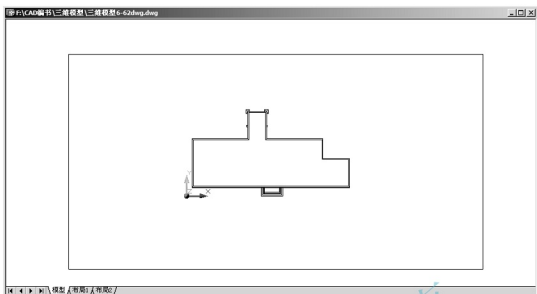
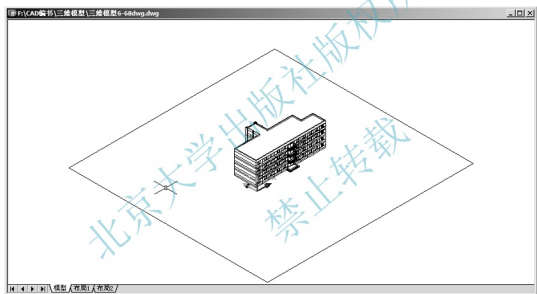

图 6.70 绘制矩形
图 6.71 建立地平面模型
(2) 在命令行输入“REC”后按 Enter 键，执行绘制矩形操作，绘制如图 6.70 所示的矩形。
(3) 由于矩形属于多段线，只有轮廓信息而没有内部信息，所以需要将矩形变成面域。在命令行输入“REG”后按 Enter 键，启动【面域】命令，在**选择对象**：提示下，选择矩形后按 Enter 键结束命令。
(4) 执行菜单栏中的【视图】|【三维视图】|【西南等轴测】命令，将视图调整至轴测图状态，结果如图 6.71 所示。